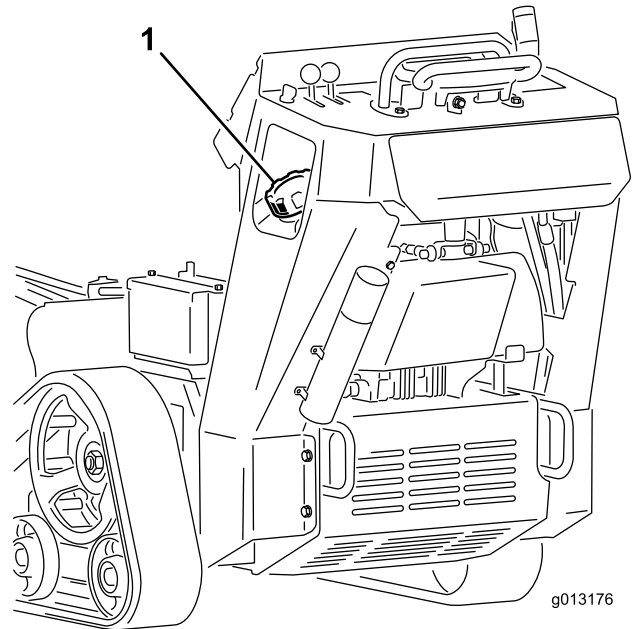

Figura 15
3. Limpie la zona alrededor del tapón del depósito de combustible y retire el tapón (**Figura 15**).